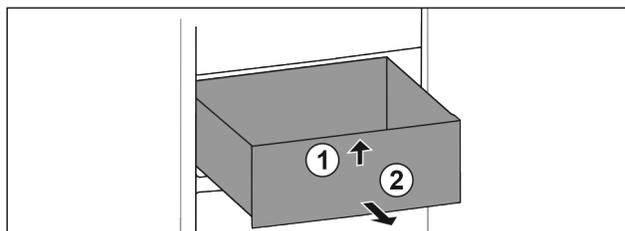

Fig. 96
- ▶ Soulever la partie avant du tiroir. Fig. 96 (1).
- ▶ Retirer le tiroir par l'avant. Fig. 96 (2)